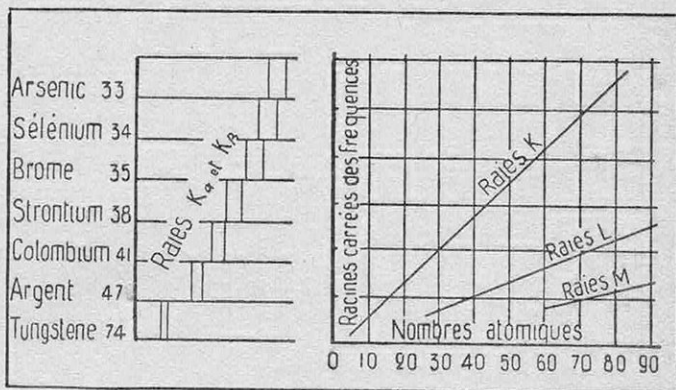

FIG. 13 ET 14. — A GAUCHE VARIATION DES FRÉQUENCES D'ÉMISSION DES RAYONS X ET, A DROITE, LOI DE MOSELEY
cent régulièrement avec le nombre atomique de l'élément émetteur, suivant une loi dont la figure 13 donne une idée. La « loi de Moseley » est précisée par les graphiques de la figure 14, où l'on se rappellera que « le nombre atomique » n'est pas autre chose que le nombre des électrons du nuage électronique de l'atome neutre; extrapolée jusqu'à l'hydrogène (nombre atomique = 1), cette loi redonne le spectre optique de ce gaz, avec les raies qu'il émet dans un tube lumineux; et c'est là une nouvelle liaison entre la lumière et les rayons X. Il convient également de ne pas oublier que c'est l'interprétation des immortels travaux de Moseley sur les rayons X (1), qui permet de donner sa forme définitive à la classification des atomes.